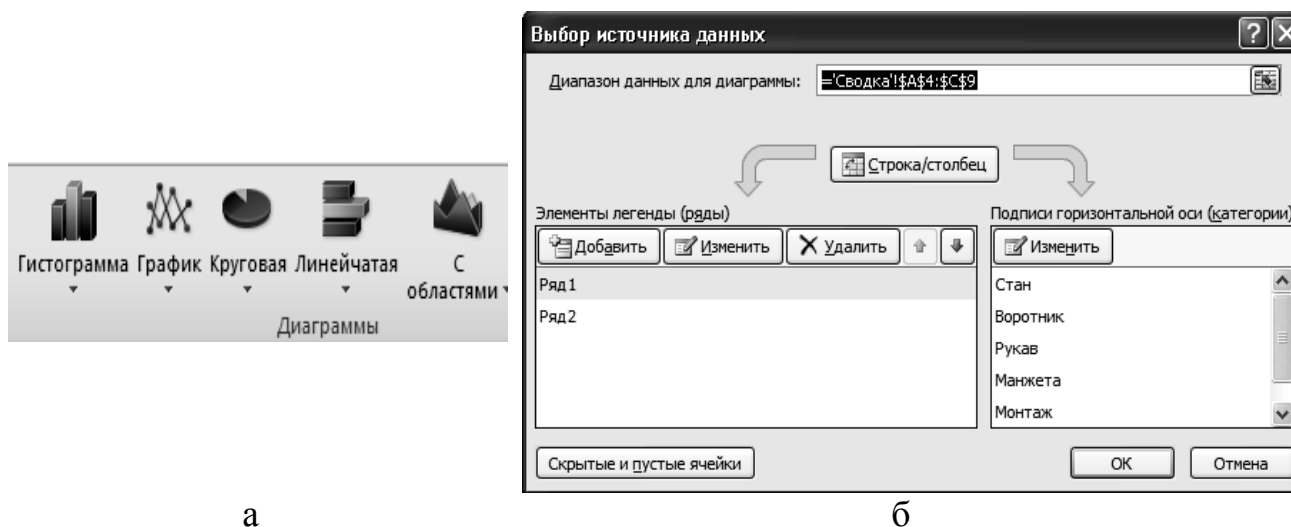

Рисунок 3.1 – Создание диаграмм
- в группе команд **Диаграммы** на вкладке **Вставка** выбрать тип диаграммы (рисунок 3.1 а);
- выделить данные с помощью мыши, либо ввести с клавиатуры (рисунок 3.1 б). Если данные расположены в несмежных ячейках, то выделить первый диапазон ячеек; затем, нажав и удерживая клавишу **CTRL**, выделить следующий интервал.